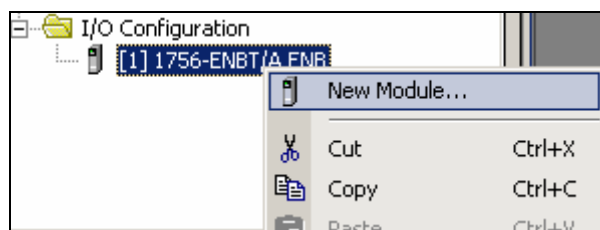

图 4-80 添加 PowerFlex 70-E
9. 设置 1756-ENBT/A 相关参数,如图 4-80 所示。
10. 在项目资源管理器中,双击 I/O Configuration 文件夹,右键单击 1756-ENBT/A,从弹出菜单中选择 New Module.... 如图 4-80 所示。